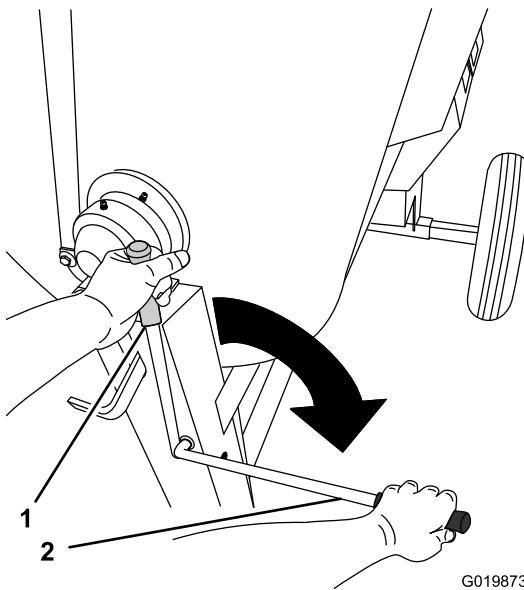

Figure 30
2. Placez le levier de débrayage à la position DÉBRAYÉE (Figure 30).
5. Placez le levier de débrayage à la position EMBRAYÉE (Figure 30).